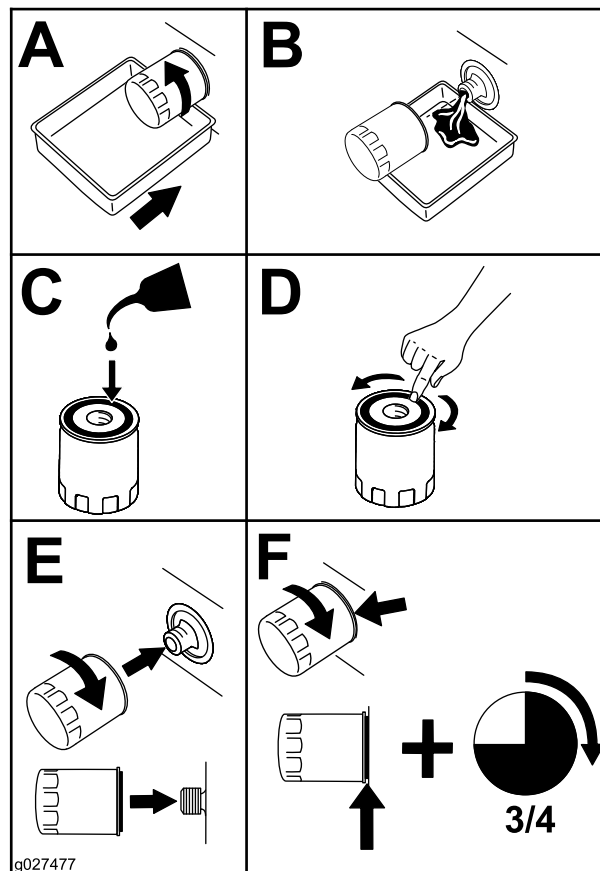

Figura 46
2. Înlocuie filtrul de ulei de motor (Figura 46).